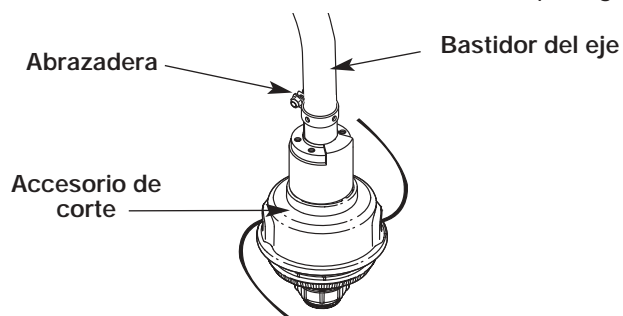

Fig. 3
1. Coloque el protector accesorio de corte sobre el bastidor del eje por encima del ensamble de la abrazadera (Fig. 3).